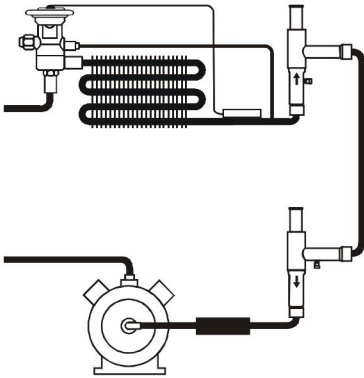

Fig. 4:
- PRE должен быть установлен как можно ближе к выходу из испарителя, но после темобаллона и присоединения линии внешнего выравнивания TRV. PRC должен быть расположен как можно ближе к компрессору, но при наличии любого виброгасителя – перед ним по потоку (Рис. 4 / 5).